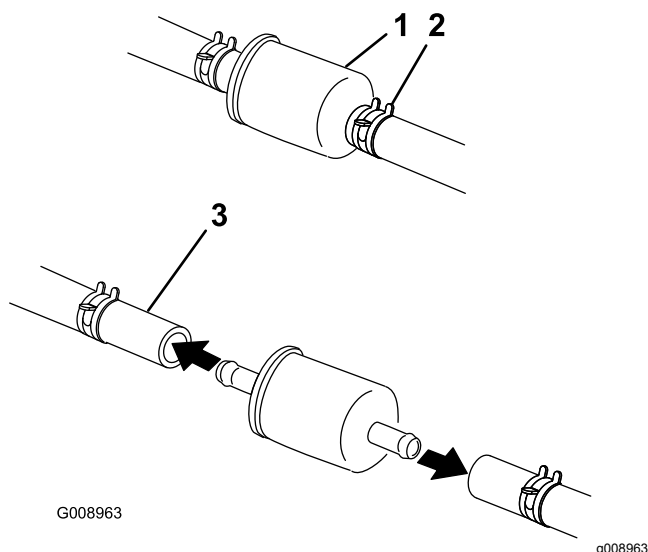

Figura 42
4. Premete le estremità delle fascette stringitubo ed allontanatele dal filtro (Figura 42).